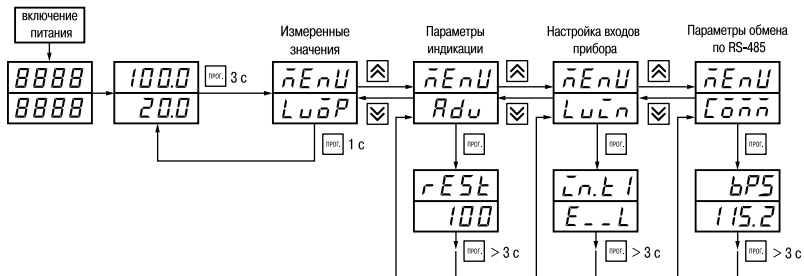

Рис. 10
7.1.2. Основные параметры прибора TPM200 объединены в 4 группы **LuōP**, **Rdu**, **Luĭn** и **Āōññ**, составляющие меню прибора (рис. 10). Полный список программируемых параметров приведен в Прил. Б.